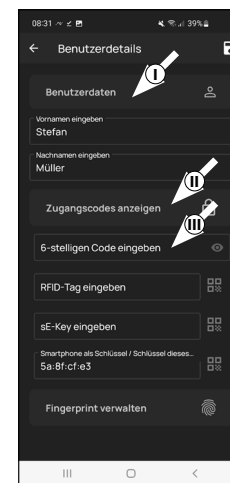

Fig. 3
- !** **Nota:** in questa sezione è possibile generare i supporti di apertura desiderati (ad es. codice utente o impronta digitale) per l'utente (II) (Fig. 3). Per il profilo utente del primo utente è stata automaticamente generata l'apertura della serratura tramite smartphone.
- 4 Se si dispone di un codice PIN o di una tastiera per impronte digitali pincode o tastiera per impronte digitali (ad es. ENTRY 7711 PIN), è possibile memorizzare un codice utente a 6 cifre come mezzo di apertura in questo paragrafo. Le istruzioni per l'impostazione sono riportate nelle istruzioni per l'uso della rispettiva voce. (III) (Fig. 3)